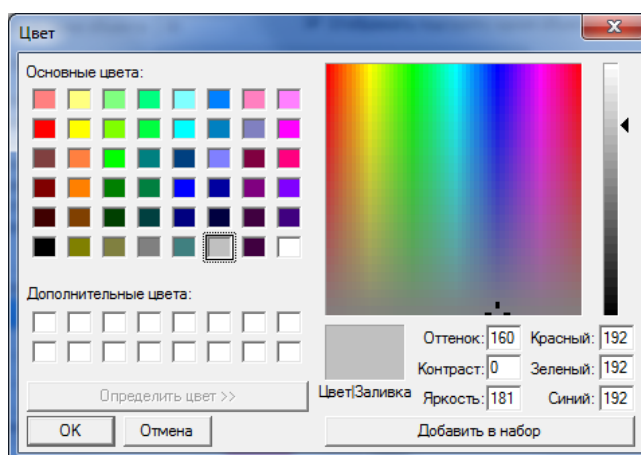

Рисунок 22.6 — Настройка цвета
- **Цвет:** цвет, которым будет подсвечиваться данный тип событий в программе. Для изменения цвета дважды щелкните по цвету левой кнопкой мыши. В открывшемся окне *Цвет* выберите цветовой тон и нажмите кнопку *ОК* (см. рисунок 22.6).